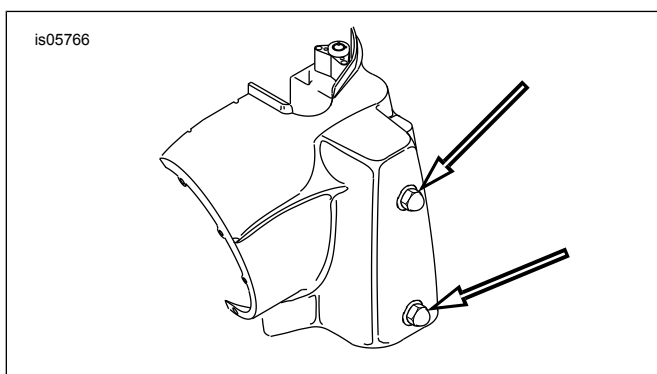

Figura 9. Parafusos da nacela do farol (modelos FLHR)
3. Veja Figura 9 . Afrouxe as duas porcas cegas que protegem a metade esquerda da nacela (ver setas). Repita para a metade direita da nacela.